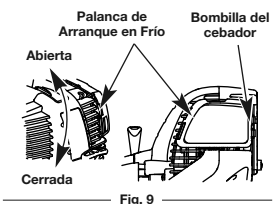

Fig. 9
- Saque el tapón de aceite/varilla de medición del cigüeñal (Fig. 9).
- Vierta todo el contenido de la botella de aceite en el cigüeñal (Fig. 9).